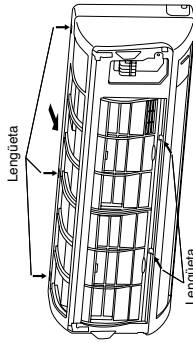

Fig. 3-13
- (3) Presione las 3 lengüetas ubicadas en la parte superior de la rejilla y las 3 lengüetas de la parte delantera para separar la rejilla del bastidor. (Fig. 3-13)